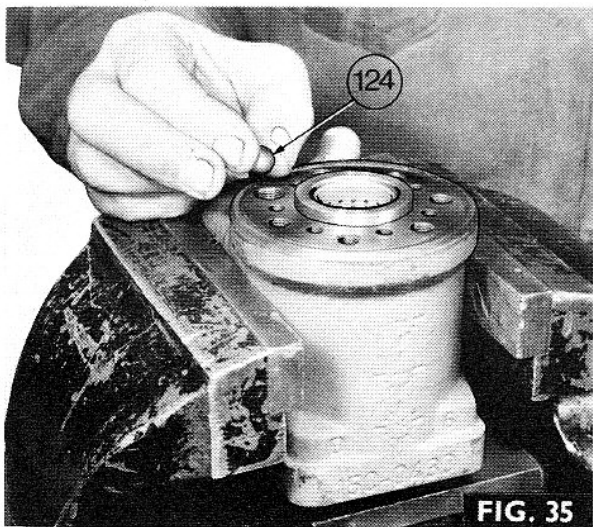
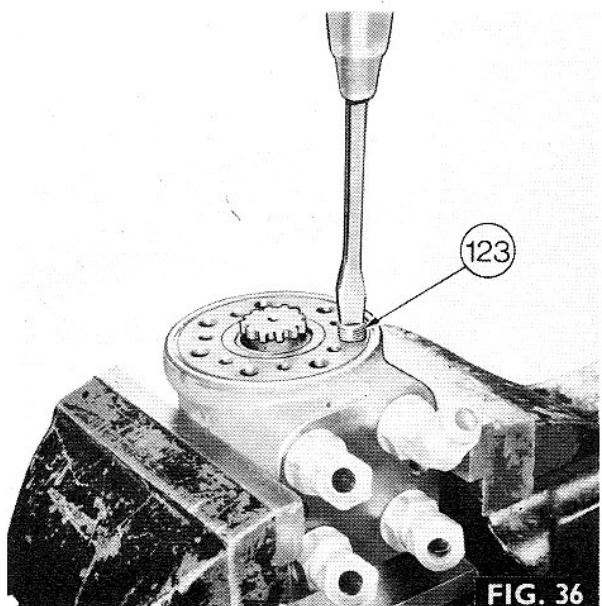

FIG. 35
FIG. 36
12. Fig. 35 et Fig. 36. Reposer la bille (124) dans l'alésage du corps puis reposer la pièce rapportée fileté (123).